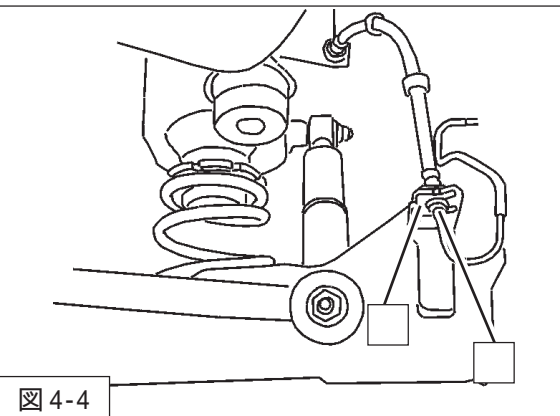

図4-4
6. ブレーキホース・ステーを取付け、クリップを取付けてください。(図4-4)
7. ブレーキパイプ・ブレーキホースを取付け、フレアナットを締付けてください。(図4-4)